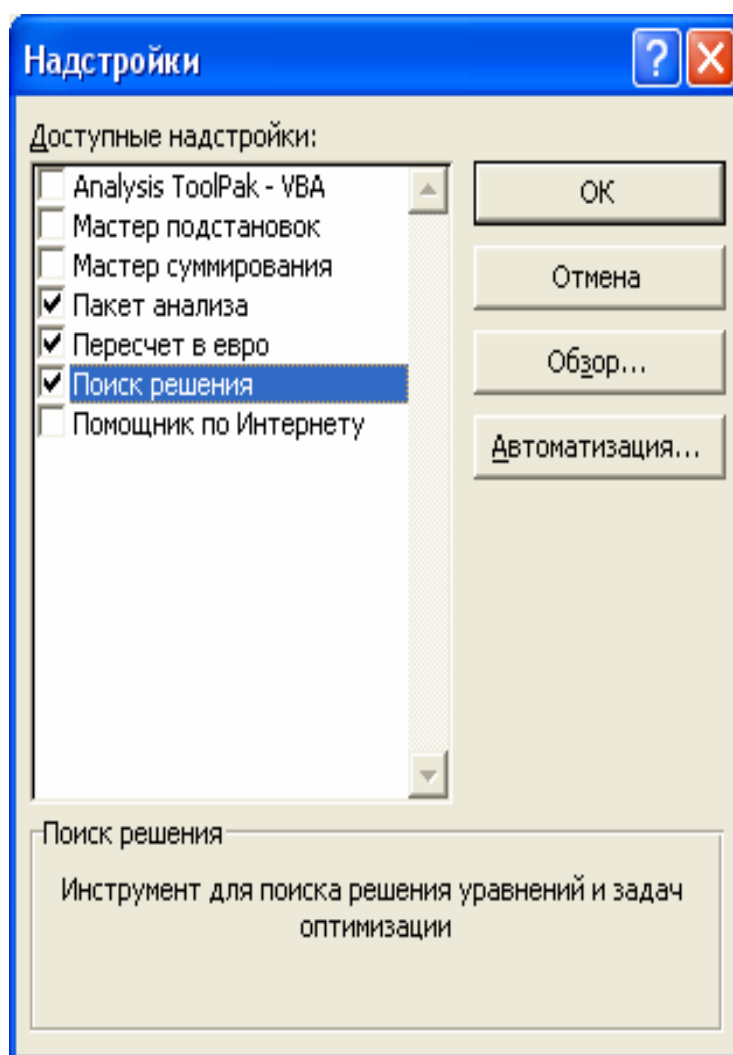

Рис. 1. Подключение надстройки **Поиск решения** (Solver Add-In)
- 2) в диалоговом окне Надстройки (Add-Ins) в списке надстроек установите флажок напротив надстройки **Поиск решения** (Solver Add-In) (рис. 1).